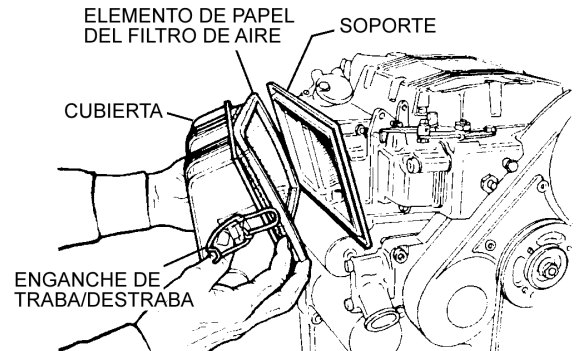

Figura 24. Componentes del filtro de aire
1. Suelte el enganche de traba y quite el elemento de papel del filtro de aire según se muestra en la (Figura 24).